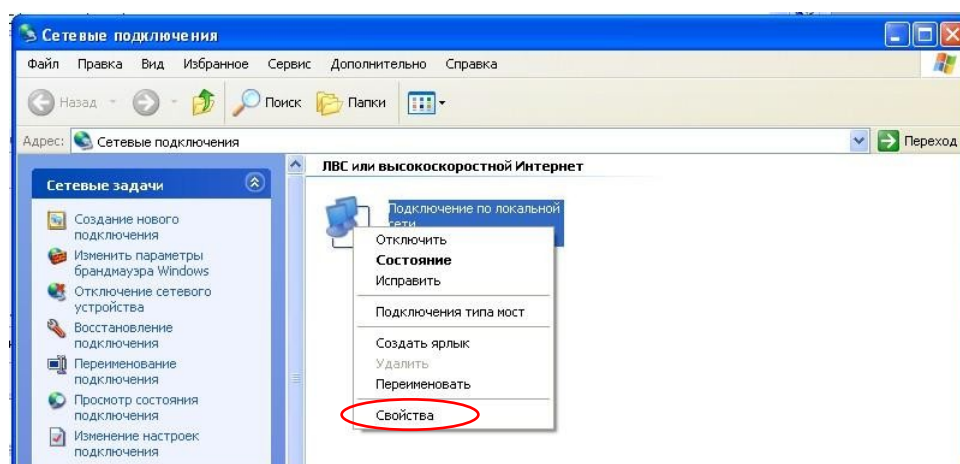

Рисунок 4.3 – Окно «Сетевые подключения»
3) в окне «Сетевые подключения» вызвать контекстное меню сетевого подключения, в контекстном меню выбрать «Свойства» (рисунок 4.3);